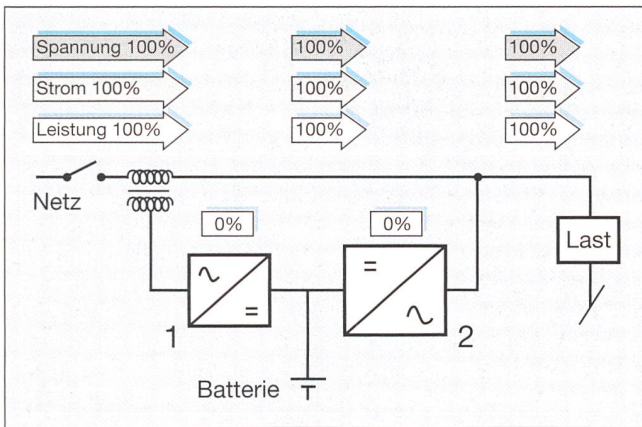

Bild 5 Energiefluss bei Netzennennspannung
Bild 5 zeigt die USV bei Normalbetriebsbedingung. Es besteht kein Unterschied zwischen Netzspannung und Ausgangsspannung; die Batterien sind voll aufgeladen, die Last beträgt 100%. Der Delta-Wechselrichter (1) unterstützt nur den Netzstrom, der in diesem Fall gleich dem Laststrom ist (wobei eine lineare Widerstandsbelastung angenommen wird). Da die über dem Trafo anliegende